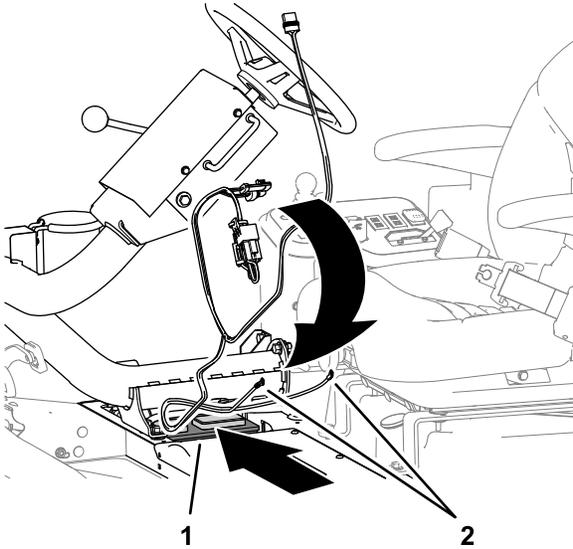

図 9
1. 電源ハーネスの2つのリング端子を、内側バッテリーカバーを外してできた開口部に通す 図 9。